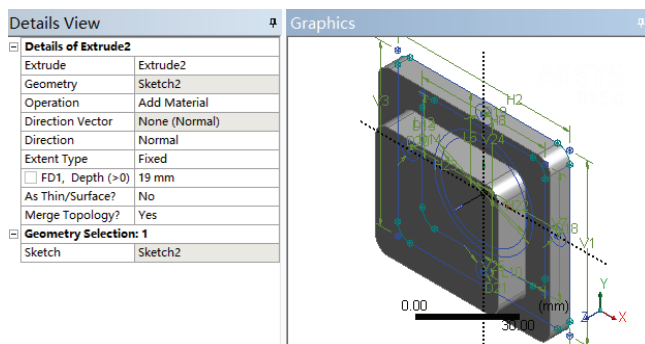

图 3-104 绘制 Extrude2
- 4) 设置 Depth 为 19mm，单击 Generate，得到的图形如图 3-104 所示。